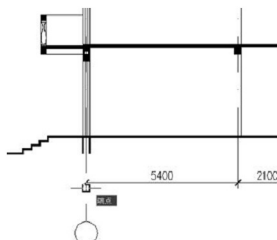
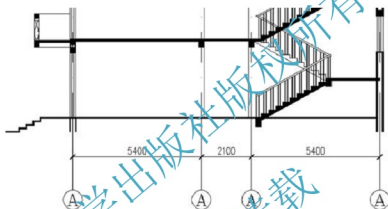

图 4.122 捕捉插入点
图 4.123 复制轴线编号
② 在指定插入点或 [基点(B)/比例(S)/旋转(R)/预览比例(PS)/预览旋转(PR)]: 提示下，捕捉图 4.122 所示处作为插入点。
③ 在输入轴线编号<1>: 提示下，输入“A”。
④ 将上面插入的定位轴线复制到⑥、③、①轴线处，结果如图 4.123 所示。